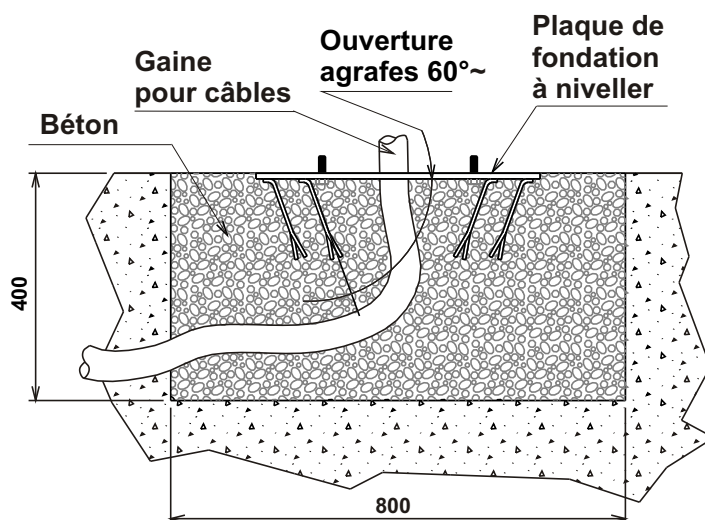

Fig. 6
- Elargir les agrafes de la plaque de fondation à 60° (Fig. 6).
- Remplir la tranchée avec béton R425 et positionner la plaque de fondation comme dans Fig. 6.